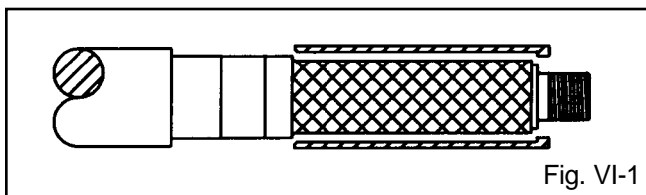

Fig. VI-1
5. Deslice la camisa sobre el eje inmediatamente después de retirarla del horno. Empuje la camisa sobre el eje hasta que choque contra el reborde del eje (Fig. VI-1). El extremo del gancho de la camisa se extenderá más allá de la parte estriada del eje.